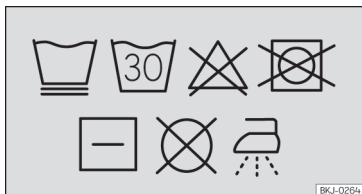

Abb. 124 Etikett der Schonbezüge: Symbole der Waschanleitungen
- **Waschanweisungen für die abnehmbaren Schonbezüge » **Abb. 124**:**